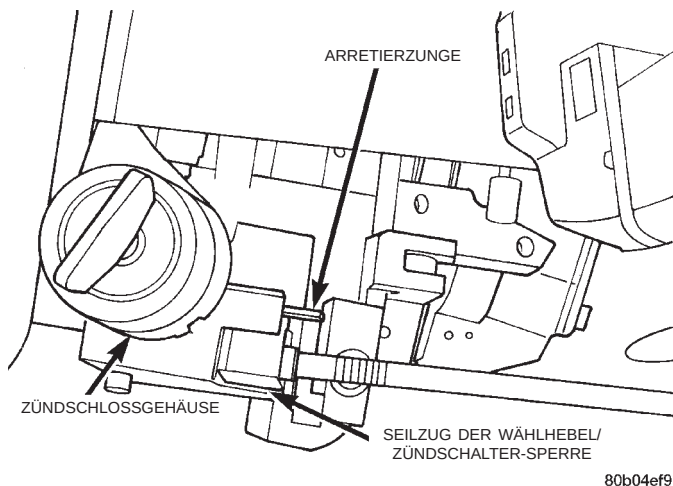

Abb. 30 Seilzug der Wählhebel/Zündschalter-Sperre am Zündschalter
(5) Obere und untere Lenksäulenverkleidung ausbauen.
(6) Verriegelungsclip vom Seilzug des Sperrmechanismus lösen.
(7) Zündschlüssel in Stellung OFF (AUS) drehen.
(8) Seilzug der Wählhebel/Zündschalter-Sperre aus dem Schaltgehäuse ausbauen. Seilzug aus der Nut im Sperrhebel schieben.
(9) Arretierzunge am Seilzug der Wählhebel/Zündschalter-Sperre eindrücken und den Seilzug aus dem Zündschloßgehäuse ziehen (Abb. 30).